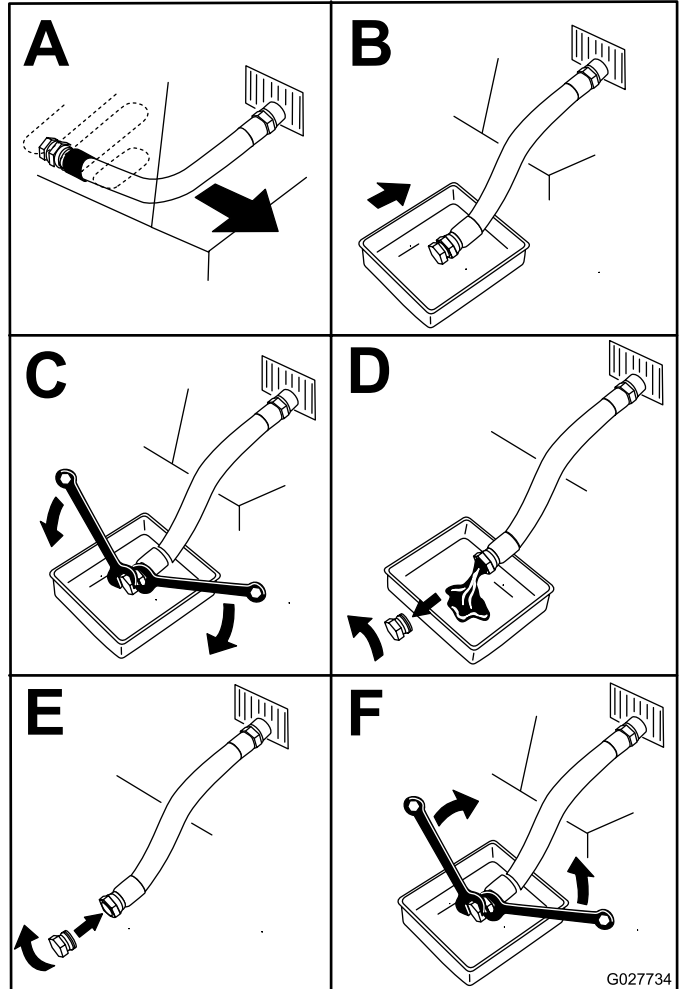

Figura 59
5. Drene el aceite del motor (Figura 59).